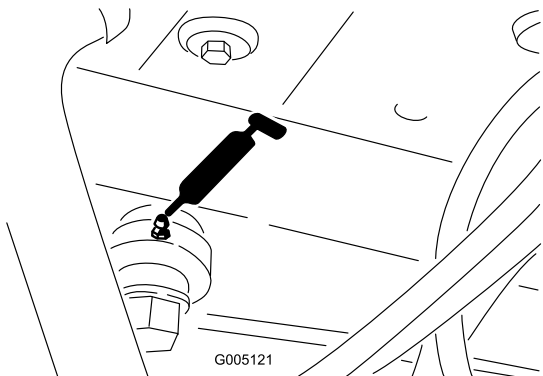

Bild 34
- Ende des Lenkzylinders (Bild 34)